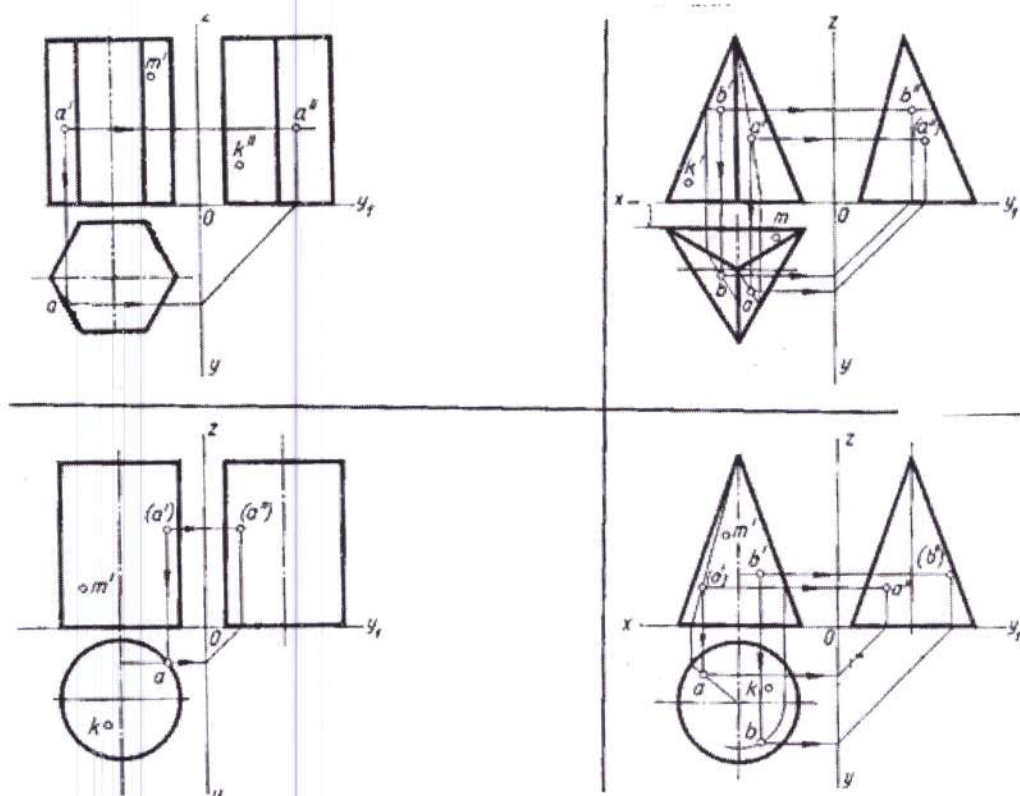

Рисунок 4 - Проецирование геометрических тел
- любой многогранник состоит из плоских фигур (граней), отрезков прямых (ребер) и точек (вершин). На чертеже (рис. 4) многогранники изображаются проекциями их вершин и ребер;
- на чертежах цилиндра и конуса, фронтальные (V) и профильные (W) их проекции изображены, так называемыми, очерковым и образующими